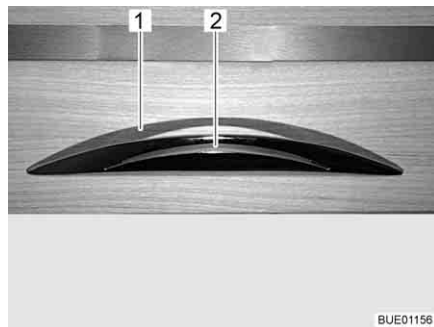

Bild 40 Skåplucka med låshandtag
- Tryck in låshandtaget (Bild 40,2) och håll det intryckt.
- Öppna skåpluckan genom att dra i låshandtaget (Bild 40,1).